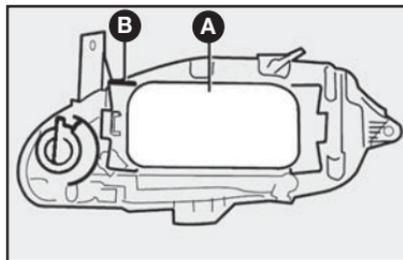
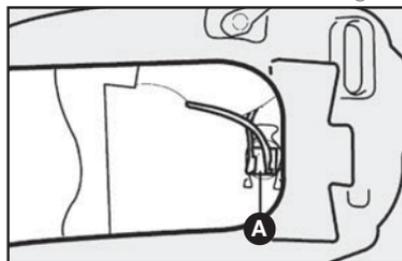

fig. 13
fig. 16
1) retirar la tapa plástica **A-fig. 13** para tener acceso a las lámparas destrabando la traba **B-fig. 13**;
6) reenganchar la presilla de fijación **A-fig. 16** y reconectar la lámparas, colocando por último la tapa plástica **A-fig. 13**.
2) soltar el conector **A-fig. 16** de alimentación de las lámparas;
- 1) retirar la tapa plástica desplazando la traba **B-fig. 13**;